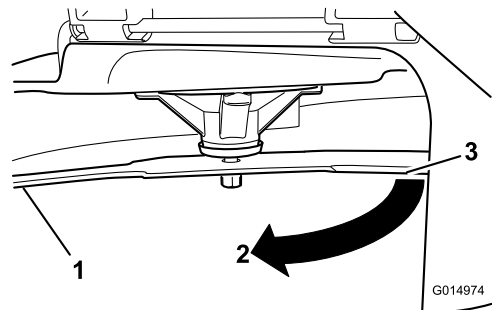

Figura 53
- Gire la misma cuchilla 180 grados de manera que el otro extremo esté en la misma posición (Figura 53).